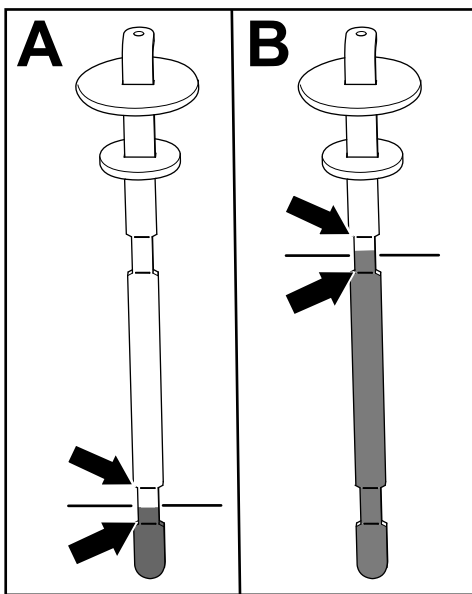

Bild 82
5. Nehmen Sie den Peilstab wieder heraus und prüfen Sie den Ölstand (Bild 82).
- **Bei angebautem Mähwerk:** Der Hydraulikölstand ist korrekt, wenn sich die Flüssigkeit zwischen den beiden Markierungen auf dem Ölpeilstab abzeichnet (A in Bild 82). Liegt der Flüssigkeitsstand über den unteren Markierungen ist dies auch ausreichend.
- **Bei installiertem Schlauchkit für hydraulische betriebene Anbaugeräte:** Der Hydraulikölstand ist korrekt, wenn sich die Flüssigkeit zwischen den beiden oberen Markierungen auf dem Ölpeilstab abzeichnet (B in Bild 82).